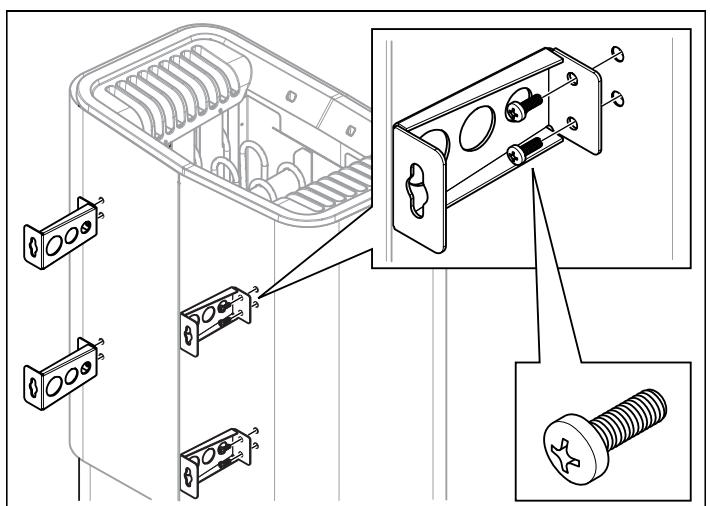

Fig 11: Montera konsolerna på aggregatet
6. Lossa de två första skruvorna på aggregatets baksida och skruva fast en av de fyra konsolerna. Upprepa proceduren tills alla konsolerna sitter på plats se Fig 11.